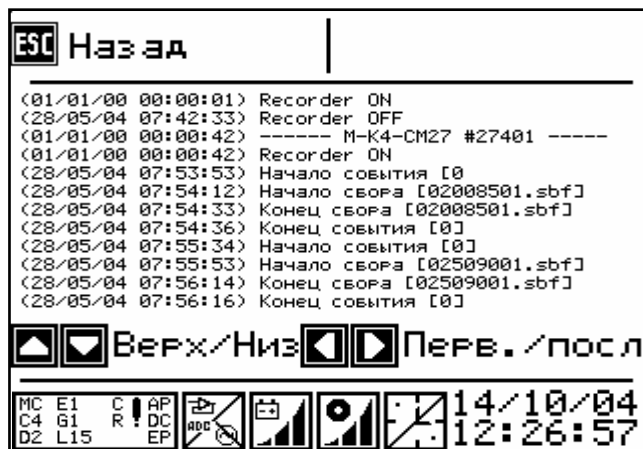

Рисунок 6.15
- кнопка **→** – переход в окно просмотра журнала сбора данных (рисунок 6.15);
В данное окно (рисунок 6.15) переход осуществляется по кнопке → меню на рисунке 6.14 или последовательным нажатием кнопок **6** - → из главного меню.